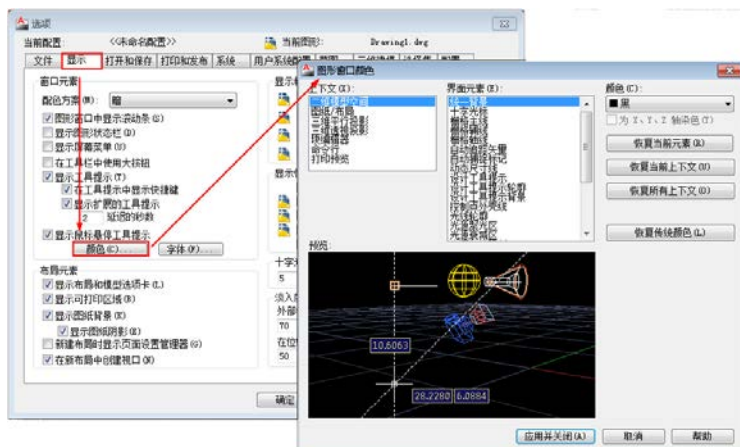

图 1.12 【图形窗口颜色】对话框
**提示**：默认设置下，绘图区背景色为的 RGB 值为 254、252、240，用户可以使用菜单【工具】/【选项】命令，然后可以在选项对话框中选择【显示】选项卡中点击  按钮，在如图 1.12 所示的【图形窗口颜色】对话框中更改背景颜色。